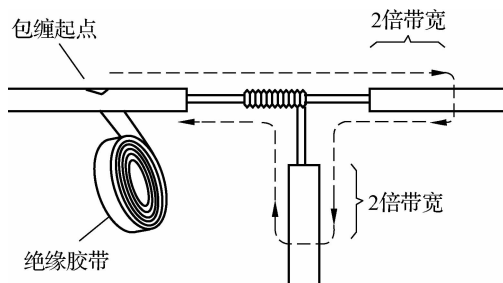

图 1-8 T 字分支接头的绝缘处理
(2) T 字分支接头的绝缘处理。导线分支接头的绝缘处理基本方法同上, T 字分支接头的包缠方向如图 1-8 所示, 走一个 T 字形的来回, 使每根导线上都包缠两层绝缘胶带, 每根导线都应包缠到完好绝缘层的两倍胶带宽度处。